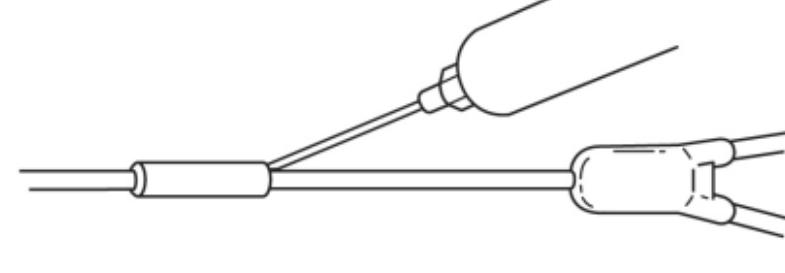

Fig. 9
9. Injecteer kleefpasta in beide uiteinden van de manchet (fig. 9). Veeg het teveel aan kleefpasta af.